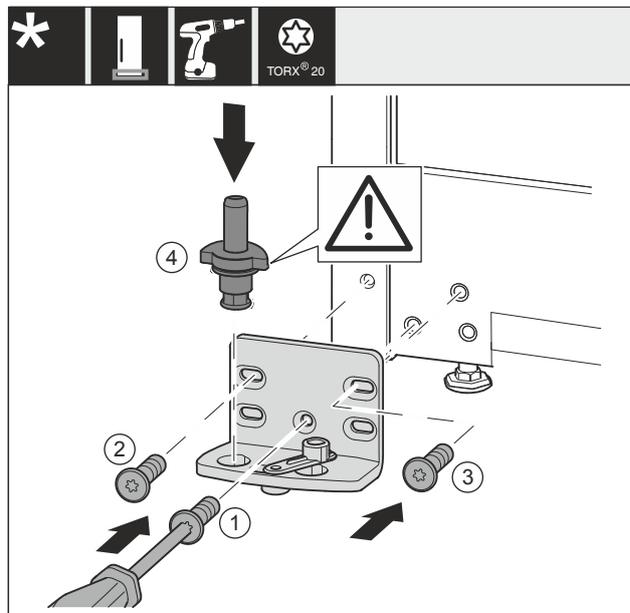

Fig. 37 *
- ▶ Applicare il blocco di supporto sull'altro lato e avvitarlo con l'aiuto di un cacciavite. Iniziare dalla Fig. 37 (1) in basso al centro.*
- ▶ Stringere la vite Fig. 37 (2) e Fig. 37 (3).*
- ▶ Inserire completamente i perni di supporto Fig. 37 (4). Facendo ciò assicurarsi che la camma di arresto sia rivolta all'indietro.*